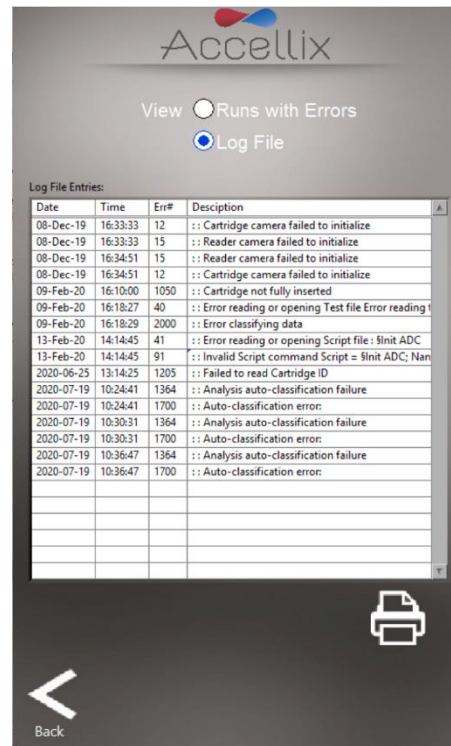

Abbildung 22: Bildschirm „View Log File“ (Logdatei anzeigen)
- Wenn **View Log File** (Protokolldatei anzeigen) ausgewählt ist: Die Logdatei-Einträge werden angezeigt (Abbildung 22).